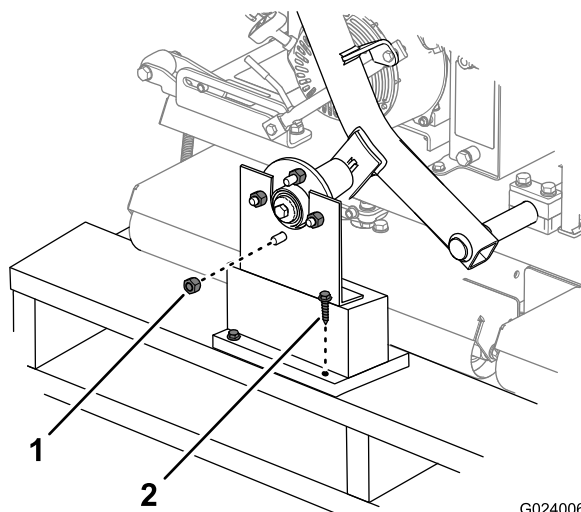

图3
1. 拆下将车轮轮毂固定到运输支架的车轮螺母 (图3)。此外，还要拆下拧在每个车轮轮毂螺栓上的螺母。